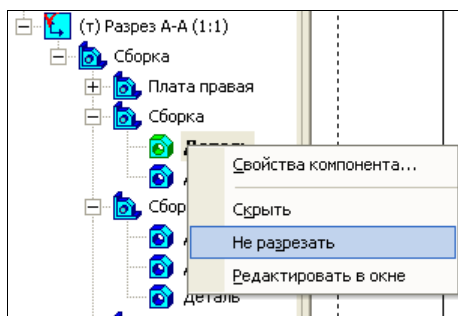

Рис. 48.3. Дерево модели с контекстным меню компонента
- в Древе построения щелкните ЛК мыши по знаку "плюс" перед видом **Разрез А-А (1:2)**, где компонент показан нерассеченным (рис. 48.3);